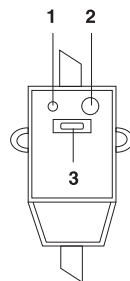

Рис. 8
| Индикация отсутствует | Сработала защита УЗО | Протестируйте УЗО, нажав кнопку «test». В случае, если УЗО прошло тестирование, нажмите на кнопку (3). перезапуска. В случае, если тестирование не проходит, свяжитесь со специалистами по техническому обслуживанию для осуществления ремонта (см. рис. 8). |